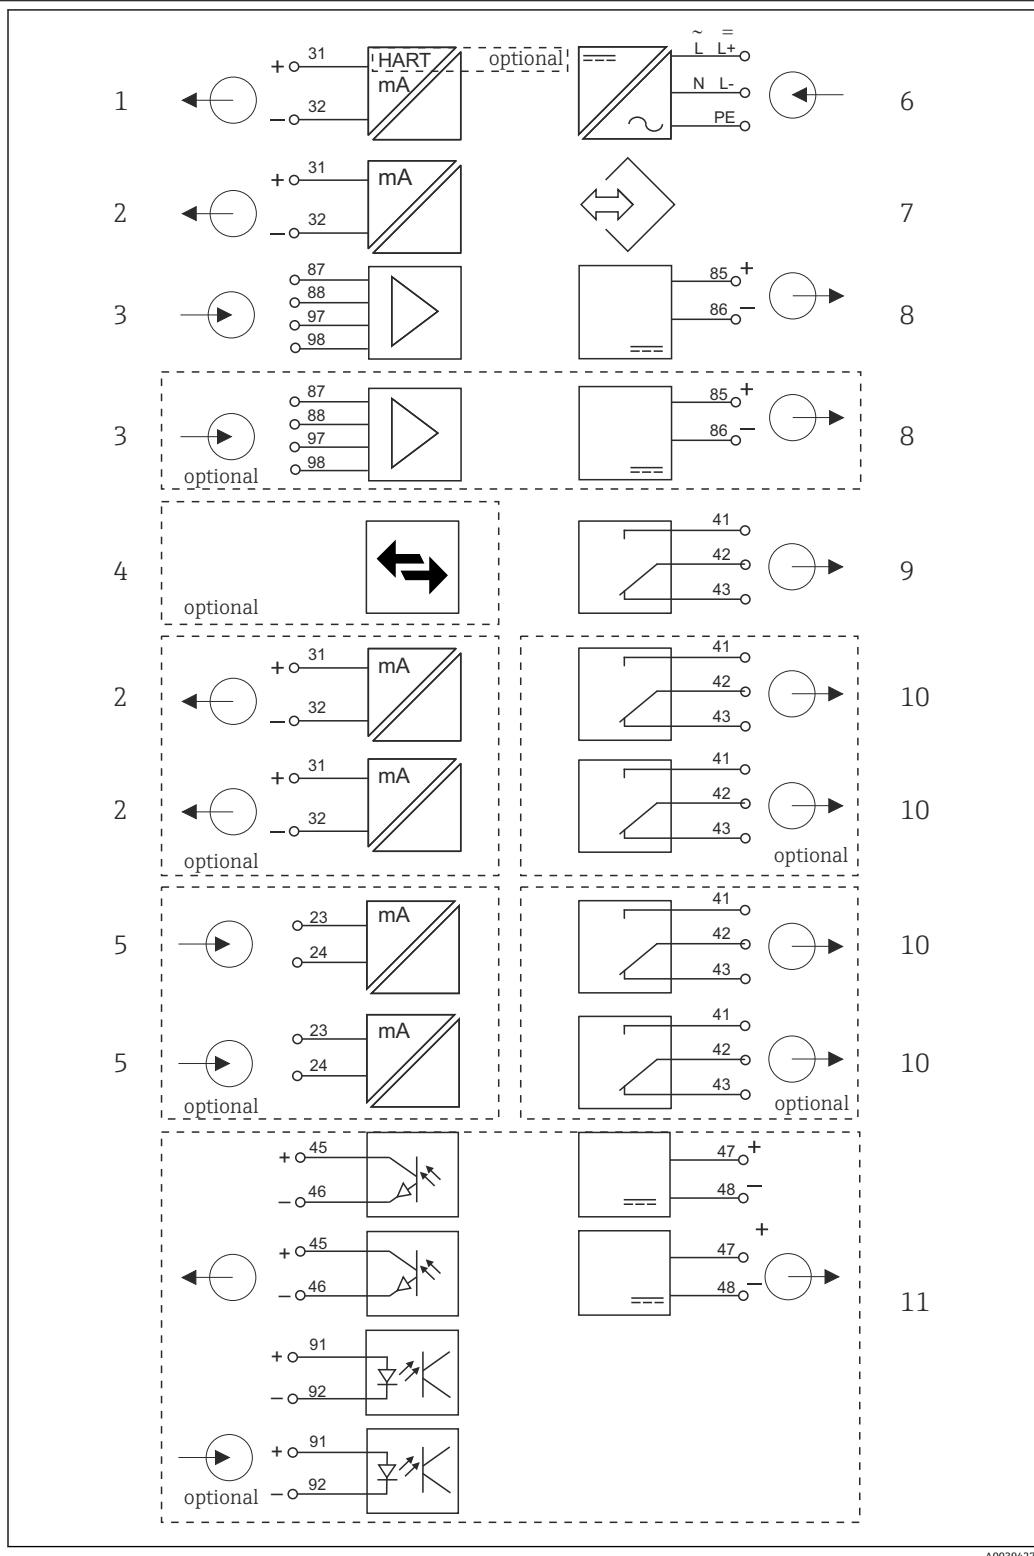

図 6 機能図 CM442
- ▶ モジュールの数量を合計し、特定の順序に応じて分類します → 図 6。